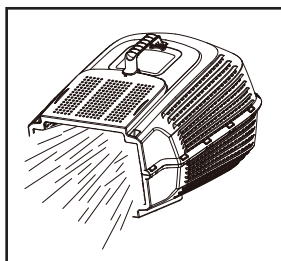

Fig. 10
1. Pour retirer le bac de ramassage (14), soulever le déflecteur (13) et détacher le bac de ramassage (Fig. 10).